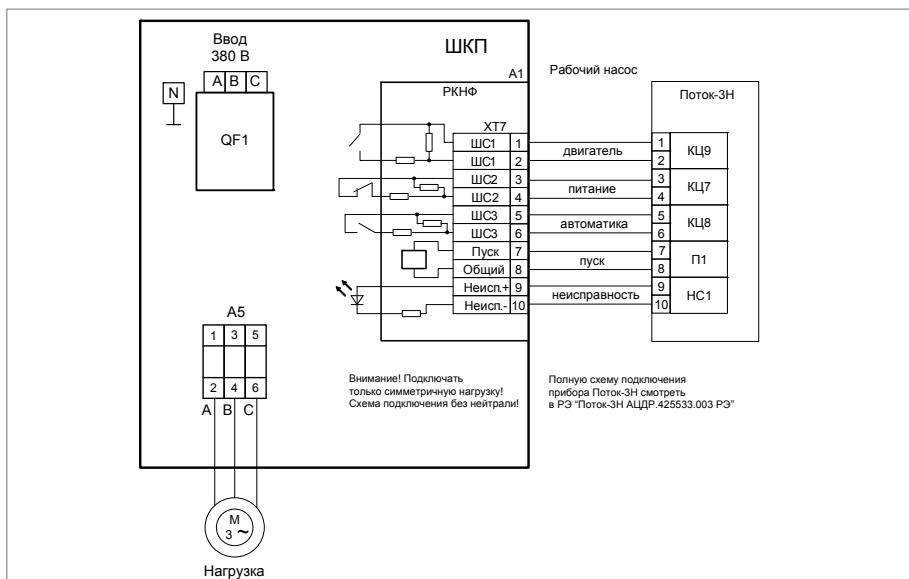

Рисунок 9. Схема электрическая подключения шкафа при эксплуатации
- Подключение соединительных линий выполняйте в соответствии с проектной документацией и схемой на рис. 9.